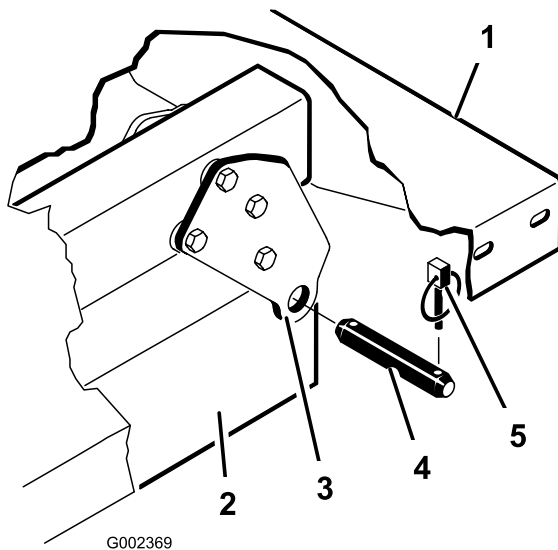

Figura 12
3. Retire los pasadores que fijan los extremos de los pistones de los cilindros a las chapas de montaje de la plataforma empujando los pasadores hacia dentro (Figura 12).
4. Retire las chavetas y los pasadores que fijan las placas de giro al bastidor (Figura 12).
**Nota:** Asegúrese de que las placas de giro traseras están atornilladas al bastidor de la plataforma / del vehículo de manera que el extremo inferior esté inclinado hacia atrás (Figura 12).
2. Coloque la plataforma con cuidado sobre el bastidor del vehículo, alineando los taladros de las placas de giro traseras con los taladros del bastidor e instale 2 pasadores con chavetas (Figura 12).
3. Con la plataforma bajada, fije cada pistón de cilindro a la ranura correspondiente de las chapas de montaje de la plataforma con un pasador y una chaveta. Introduzca el pasador desde la parte exterior de la plataforma, con la chaveta hacia fuera (Figura 12). Las ranuras traseras son para la instalación de la plataforma completa, y las delanteras son para la instalación de la plataforma de 2/3.